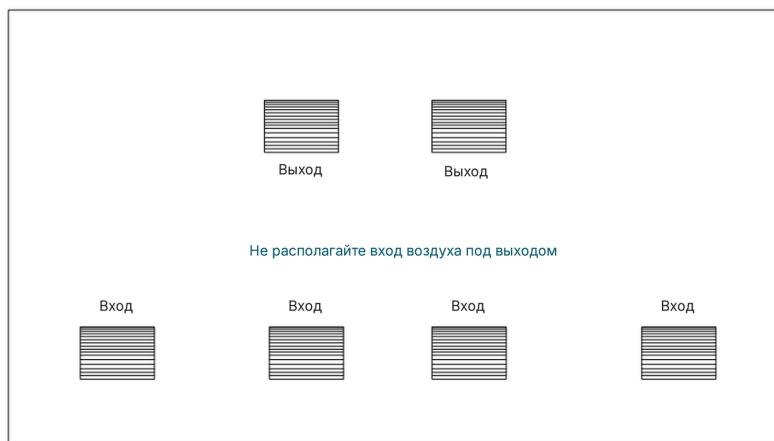

Рис. 34. Расположение приточных и вытяжных отверстий
- Не рекомендуется располагать приточные отверстия непосредственно под выходами воздуховодов (рис. 34).